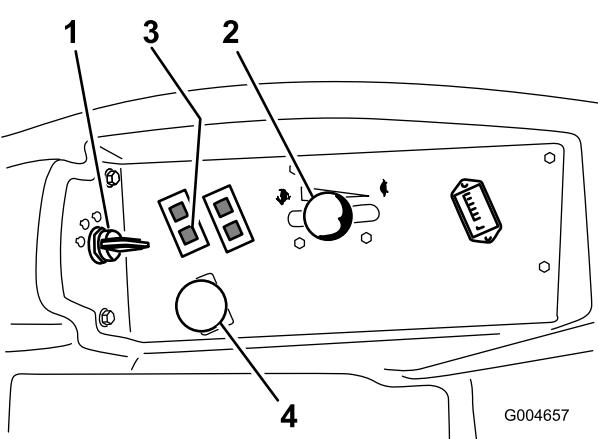

Figura 43
5. Ponga la palanca del acelerador en un punto intermedio entre las posiciones Lento y Rápido (Figura 43).